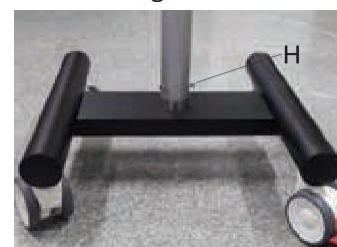

Fig. 2
En vous référant à la Fig. 2, serrez les trois vis Allen (H) avec une clé Allen de 4 mm .